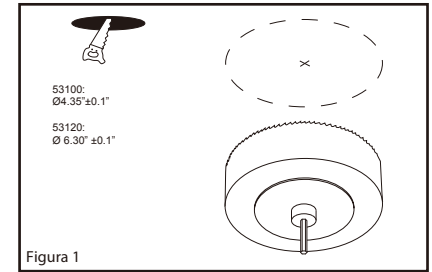

Figura 1
1. Utilice la plantilla de tamaño de agujero incluida en la caja para perforar un agujero en el techo. Prepare los cables de suministro. Instala y desprotege el cable de alimentación de línea 6" (15 cm) y los alambres 5/8" (1,6 cm). (Figura 1)